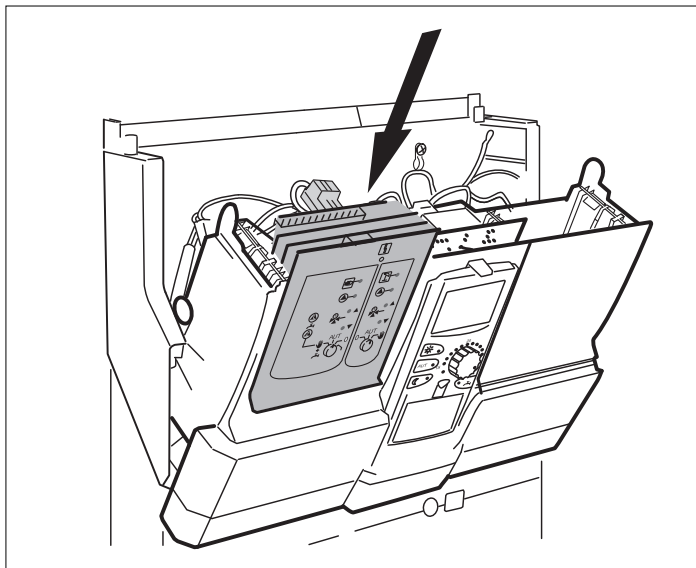

Рис. 6 Установка модуля
- Вставьте новый модуль до ощутимого защелкивания сверху в свободный разъем, нажимая на планку датчиков (→ Рис. 6, поз. 15).
- Вставьте новый модуль до ощутимого защелкивания сверху в свободный разъем, нажимая на планку датчиков (→ Рис. 6).